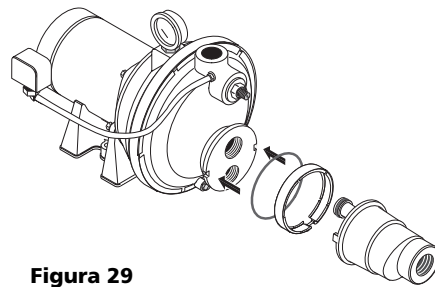

Figura 29
11. Coloque los anillos O en las ranuras en el Venturi y la brida de la bomba (véase la Figura 29, en la página 17).
12. Inserte el Venturi en el orificio superior de la bomba; asegúrese que las lengüetas y las ranuras estén alineadas (véase la Figura 29 en la página 17).